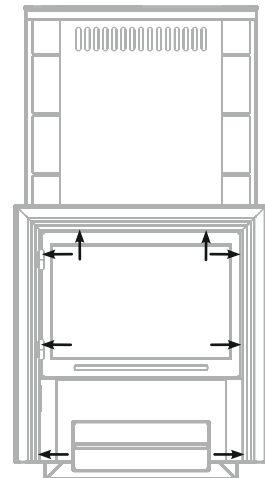

Рисунок 4. Винты для демонтажа дверки при монтаже печи «Гекла».
1. открутить саморезы 8 шт., которыми прикрепляется дверца с рамкой к топливному каналу, и снять ее (см. рисунок 4);